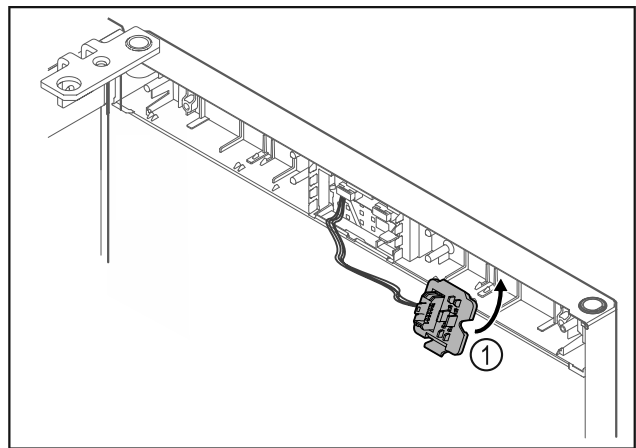

Fig. 15
- ▶ Stekkerhouder Fig. 15 (1) aan tegenoverliggende zijde vergrendelen.